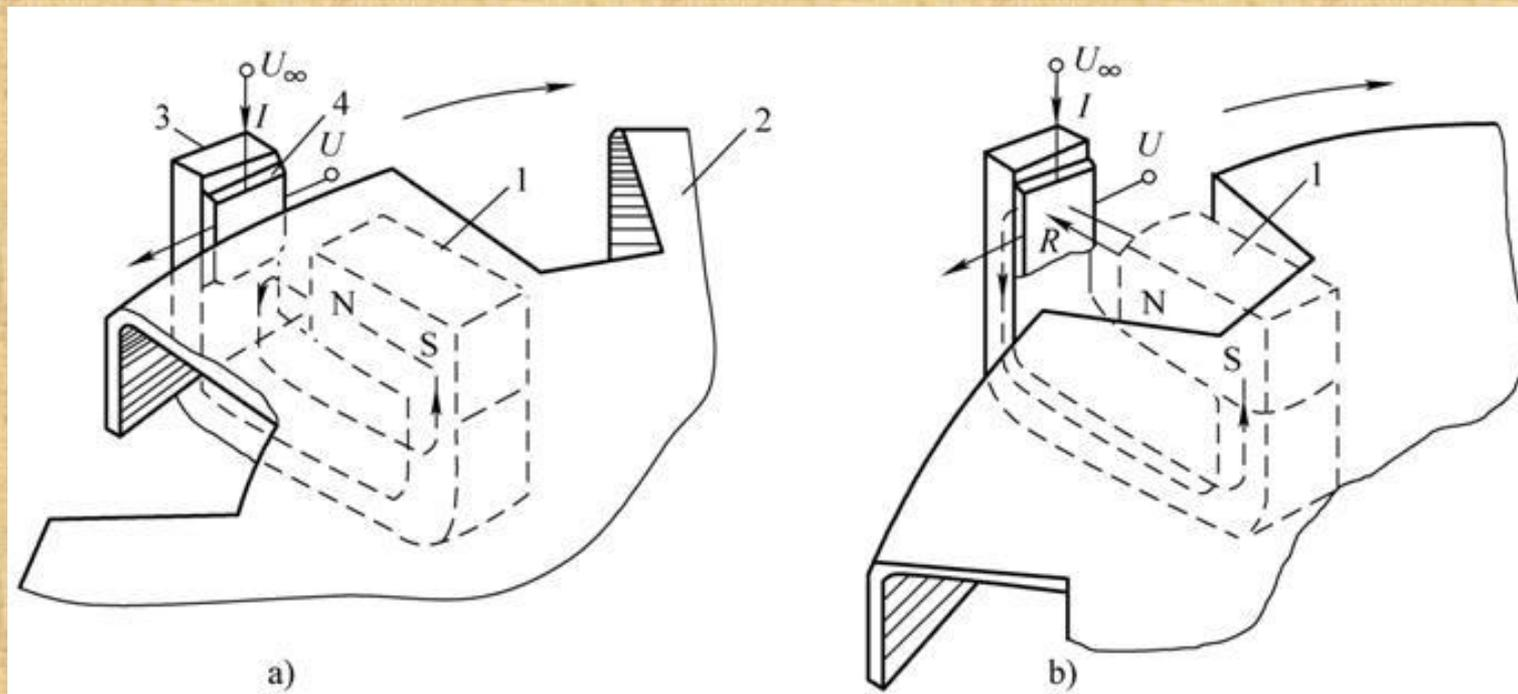

图8-1 霍尔传感器基本结构与原理
- 霍尔效应是指将一个通有电流 I 的长方形白金导体垂直于磁力线放入磁感应强度为 B 的磁场中，如图8-1所示，在白金导体的两个横向侧面上就会产生一个电流方向和磁场方向的电压，当取消磁场时电压立即消失。